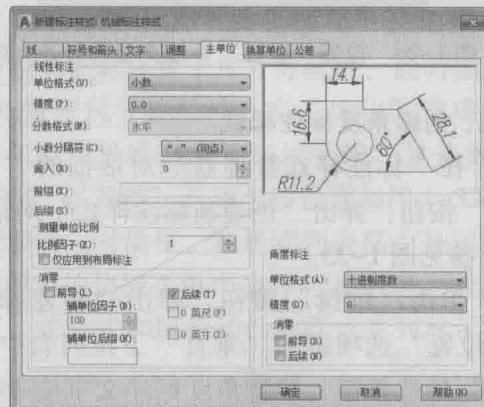

图 1-23 设置“主单位”选项卡
6. 打开“主单位”选项卡，在“线性标注”选项组的“精度”下拉列表框中选择 0.0，即线性尺寸精确到小数点后一位。其他选项保留默认设置，如图 1-23 所示。